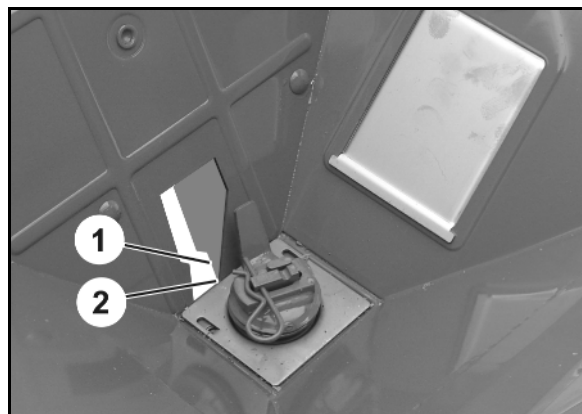

Fig. 103
- o se deberá adaptar ligeramente el calibre de ajuste (opcional, Fig. 103/1) (n.º de pedido del calibre de ajuste: 0542700).
2. Colocar el calibre (Fig. 103/1).